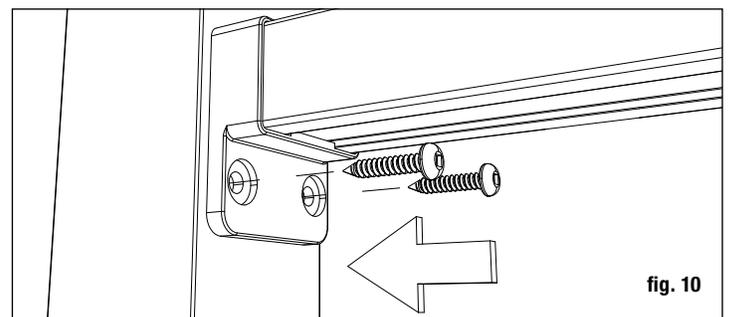

fig. 10
ambos postes. Quite el barandal. Taladre en las ubicaciones de los tornillos, atravesando los postes, con una broca de taladro de 4.8 mm (3/16 pulg.) en las ubicaciones de los soportes superiores (fig. 10).
Paso 10 Posicione el barandal entre los postes. Compruebe el nivel de punta a punta y verticalmente. Fije los soportes al poste en un extremo. Repita en el otro extremo. *Consejo: Utilice una extensión de broca para evitar dañar el barandal con el portabrocas del taladro. Instale todos los barandales antes de instalar el cable (fig. 10).*